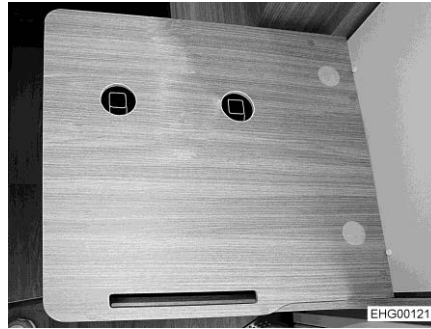
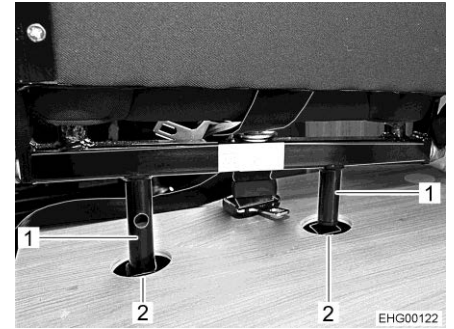

Bild 30 Lådkonsol
Bild 31 Stänger (isatta)
- Sätt i stolens båda stänger (Bild 31,1) i hålen (Bild 31,2) i lådkonsolen (Bild 30).